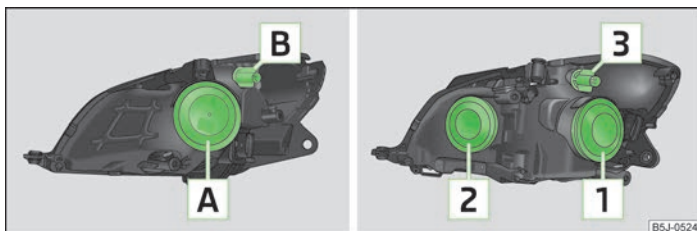

Fig. 146 Dispunerea becurilor: Faruri cu halogen/Proiectoare cu halogen
- ▶ Scoateți capacul din cauciuc **A** » fig. 146 la pagina 173.
- ▶ Detașați capacul din cauciuc **1** » fig. 146 la pagina 173.
- > Detașați capacul din cauciuc » fig. 146 la pagina 173.
- > Rotiți soclul » fig. 146 la pagina 173, resp. soclul până la limită în sens anti-orar, și extrageți-l, împreună cu becul pentru lumina de semnalizare.
- > Scoateți capacul din cauciuc » fig. 146 la pagina 173, resp. . .